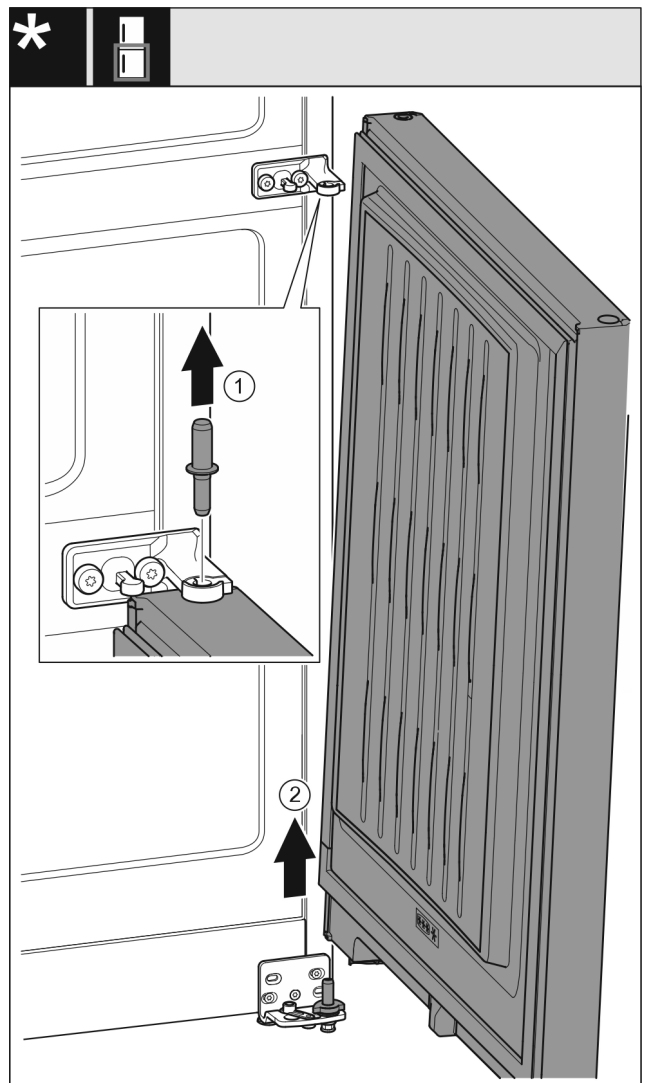

Fig. 8
- ▶ Bouten vanaf de bovenkant eruit trekken. Fig. 8 (1)
- ▶ Deur naar buiten draaien, naar boven trekken en wegzetten. Fig. 8 (2)